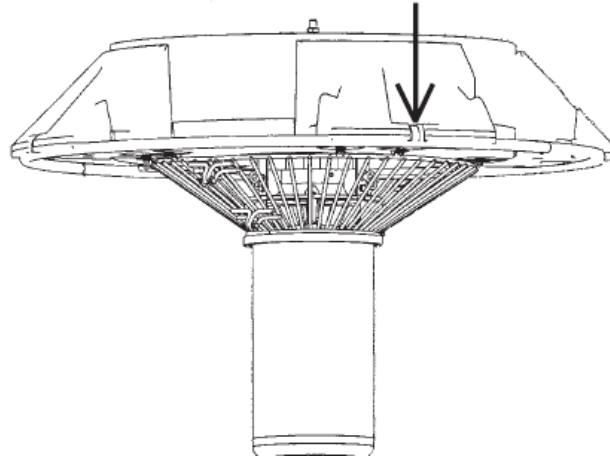

Abbildung 6
**K.** Heben Sie den Schwimmkörperring an, so dass er in der Nut unten an jedem Flügelschwimmkörper liegt. Sichern Sie den Schwimmkörperring an jedem Flügelschwimmkörper mit einer Bandklemme in dem mit einem Pfeil in Abbildung 6 markierten Bereich.